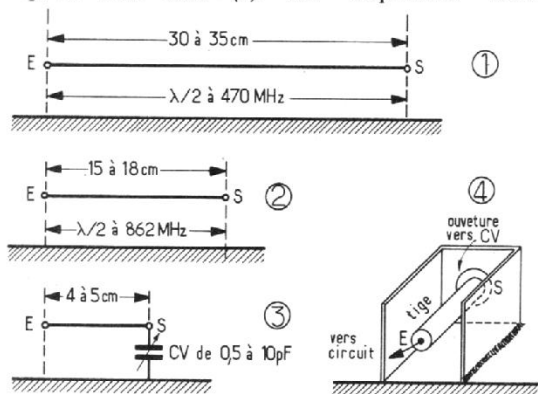

Fig. 6. — Dimensions des lignes demi-onde destinées à la réception des fréquences UHF
de raccourcir la ligne et de l'accorder sur la longueur d'onde voulue en rendant variable la capacité terminale. Prenons un exemple pratique concret (voir Fig. 6). Si l'on voulait accorder une ligne demi-onde sur 470 MHz, fréquence la plus basse de la gamme U.H.F., nous prendrions une ligne monotige de 30 à 35 cm de long suspendue à une hauteur imposée par l'impédance caractéristique qu'on s'est fixée (1).